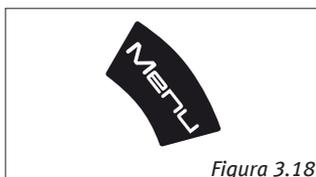

Figura 3.18
1. Pressione o botão “Menu” (Figura 3.18).